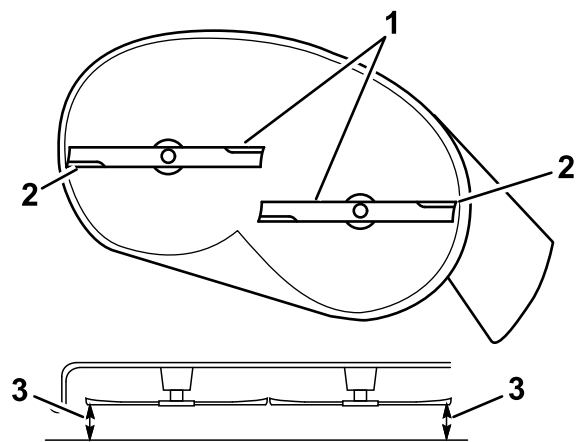

Figura 66
5. Mida entre los bordes de corte exteriores y la superficie plana (Figura 66).